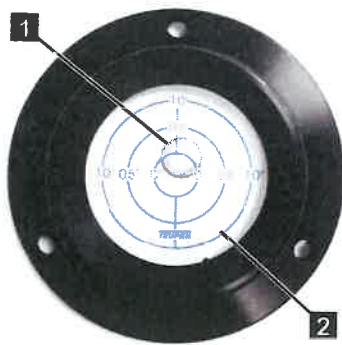

Abb. 126
6. Das Chassis durch Ausrichten der Stützen nach der Dosenlibelle (Abb.126) in waagerechte Position bringen. Die Blase (Abb.126/1) der Dosenlibelle muss sich innerhalb des 1°-Kreises (Abb.126/2) befinden.